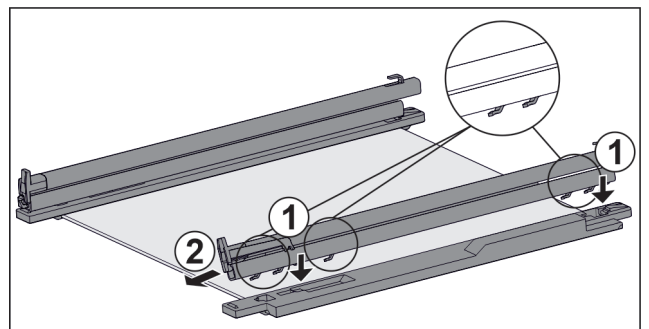

Fig. 104 Glasplaat met rails en vasthouddelen
- ▶ Haken van de rail op de openingen van het **linker** vasthoudeel plaatsen. *Fig. 104 (1)*
- ▶ Rail naar voren trekken. *Fig. 104 (2)*
- ▶ Haken van de rail op de openingen van het **rechter** vasthoudeel plaatsen. *Fig. 104 (1)*